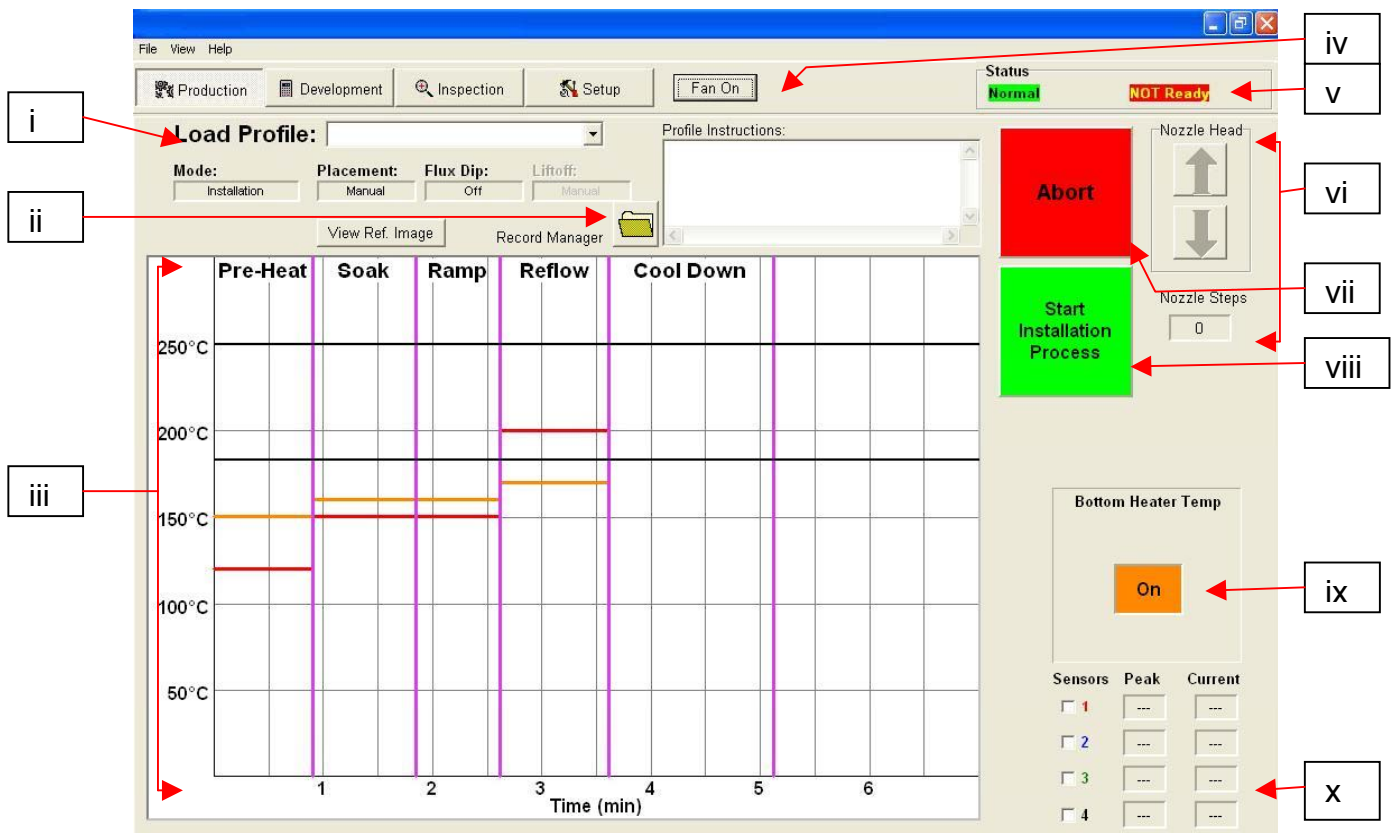

Figure 6a
- ii. Gestionnaire des enregistrements. Il est possible d'enregistrer les informations de profil et de les exporter vers un fichier PDF. Reportez-vous à la figure 6a